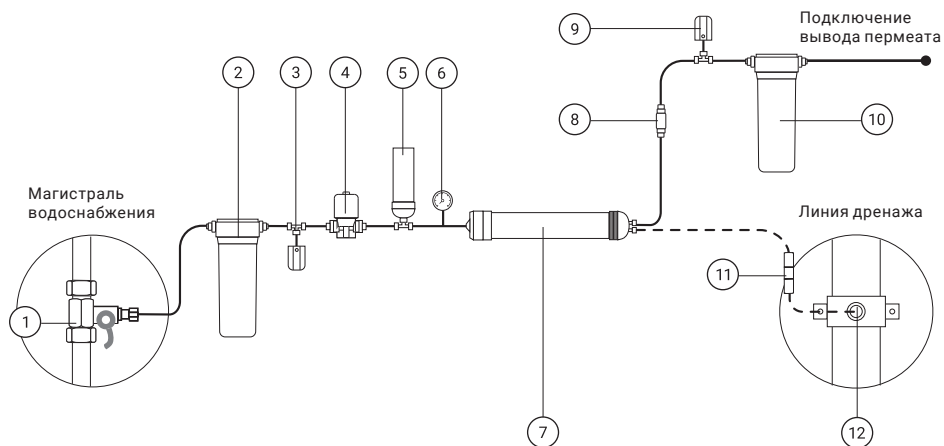

Рис. 1. Схема подключения Престиж Плюс.
3. Свободный конец белой трубки из комплекта поставки присоедините к фитингу на вход в корпус предварительной очистки (поз. 2 на схеме подключения (рис. 1)).
6. Свободный конец красной трубки из комплекта поставки подключите в фитинг ограничителя дренажного потока (поз. 11 на схеме подключения (рис. 1)).
1. Подсоедините синюю трубку из комплекта поставки к фитингу на выход из корпуса III ступени фильтрации (поз. 10 на схеме подключения (рис. 1)).